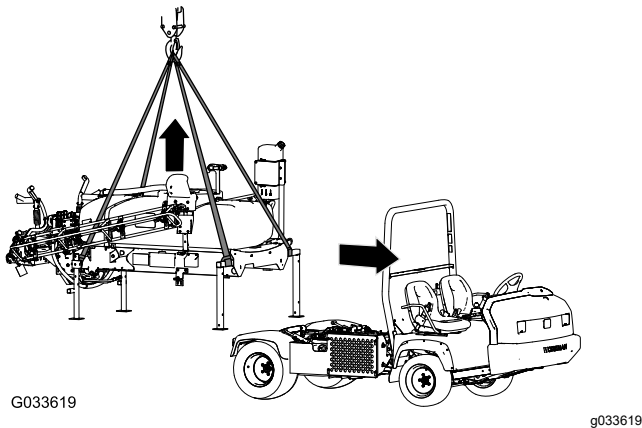

Figure 102
1. Abaissez les rampes à 45° environ et faites les pivoter en avant (Figure 102).
5. Fixez le matériel de levage aux tubes horizontaux des pieds de support avant et le montant vertical aux pieds de support arrière (Figure 102).
7. Levez le patin de la cuve à une hauteur suffisante pour éviter le patin de la machine (Figure 102).